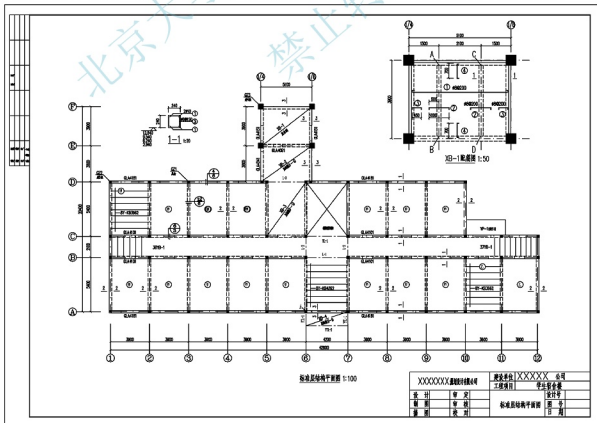

图 5.61 布置图形
- 想一想, “XB-1 配筋图”做成图块后放大 2 倍, ⑭和⑮轴之间的距离变成多少? 但尺寸标注出的值是多少? 为什么两者不一致?
(5) 插入“A2”图框: 由于“A2”图框图块是按 1:1 比例制作的, 所以在【插入】对话框中勾选【统一比例】复选框, 将比例值设置为“100”, 结果如图 5.61 所示。